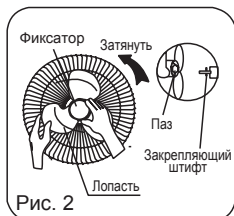

Рис. 2
2. Удалите гильзу из ПВХ с вала. Установите лопасть на вал; убедитесь, что стопорный штифт находится в пазе лопасти. Поверните фиксатор против часовой стрелки, для её закрепления. (Рисунок 2)